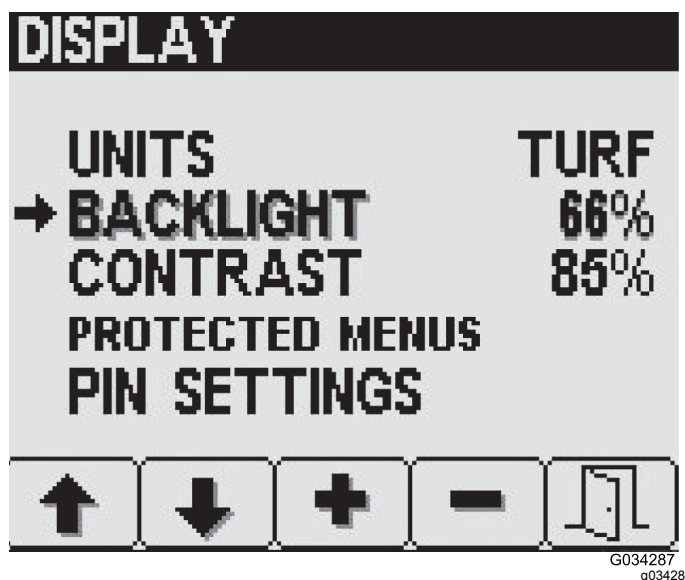

Figura 21
1. Prima o botão 2 no ecrã de definições do ecrã para selecionar a opção de retroiluminação ou contraste (Figura 21).
2. Utilize os botões 3 e 4 para definir o valor desejado (Figura 21).